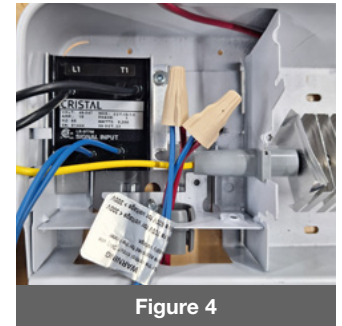

Figure 4
- 5** Raccorder les fils de contrôle avec les fils du relais mentionnés au point précédent à l'aide d'un capuchon de connexion fournis (**Figure 4**). Se référer au schéma fourni avec le relais pour les différentes options.